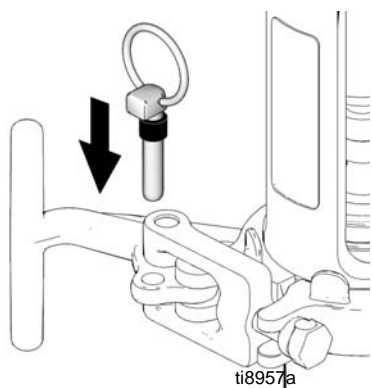

FIG. 22
3. (Fig. 22) Chiudere la fascetta (247) attorno alla pompa (111) premendo sulla stessa.